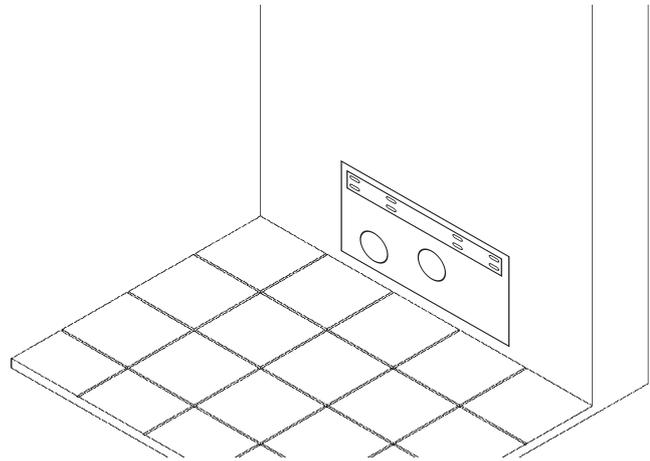

fig. 2
2. Praticare l'apertura nel muro delle dimensioni riportate nella dima di cartoncino che trovate nell'imballo dell'apparecchio (**vedi fig.2**).
fig. 2 vista posteriore - predisposizione foro per tubo